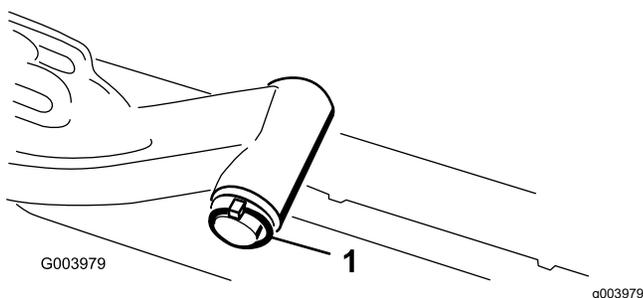

Figura 11
- A. Togliete l'acciarino e la rondella che fissano l'albero di articolazione al braccio di sollevamento, ed estraete l'albero dal braccio di sollevamento (Figura 11).
- C. Inserite l'albero del braccio di sollevamento nel braccio di sollevamento, e fissatelo con la rondella e l'acciarino (Figura 11).